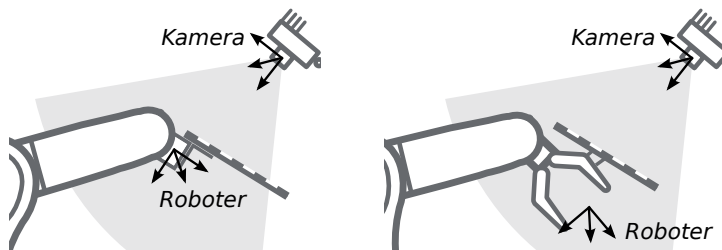

Abb. 6.7.3: Alternative Montageoptionen für die Befestigung des Kalibriermusters am Roboter
**Kalibrierung eines statisch montierten Sensors** In Anwendungsfällen, bei denen der *rc\_visard* statisch verglichen zum Roboter montiert wird, muss das Kalibriermuster, wie im Beispiel in Abb. 6.7.2 und Abb. 6.7.3 angegeben, angebracht werden.
**Bemerkung:** Für das Modul zur Hand-Auge-Kalibrierung spielt es keine Rolle, wie das Kalibriermuster in Bezug auf das benutzerdefinierte *Roboter*-Koordinatensystem genau angebracht und positioniert wird. Das bedeutet, dass die relative Positionierung des Kalibriermusters zu diesem Koordinatensystem weder bekannt sein muss, noch für die Kalibrierroutine relevant ist (siehe in Abb. 6.7.3).